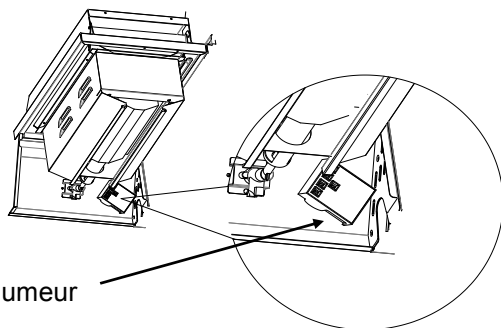

Fig.1-1
- Desserrez sans les enlever les 2 vis qui se trouvent sur le panneau latéral droit du gril. Voir Fig.1-1.a1.
- Enlevez la vis inférieure qui se trouve sur le panneau de commande latéral droit. Voir Fig.1-1.a2.